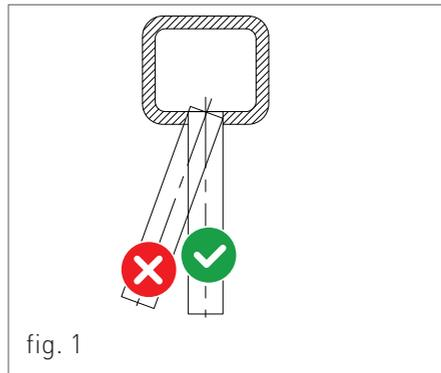

fig. 1
- > Il condotto di scarico deve essere perpendicolare con la parete interna opposta del camino o della canna fumaria (fig. 1).
Per questo tipo di caldaia sono disponibili le seguenti configurazioni di scarico dei fumi: B23, B23p, B33, B53, C13, C33, C43, C53, C63, C73, C83 e C93 (vedi Fig. 1).